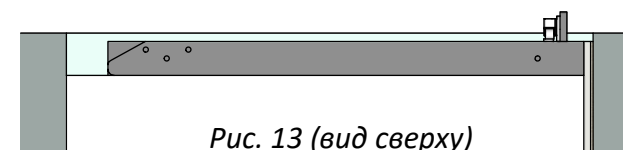

Рис. 13 (вид сверху)
2) Расположите люк в глубину проёма так, чтобы он был в одной плоскости с подготовленной стеной под клей и плитку (Рис.13).